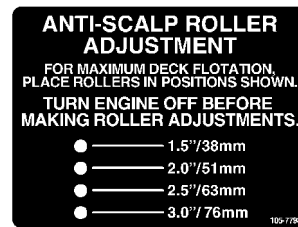

Figura 20
3. Después de ajustar la altura de corte, retire la tuerca con arandela prensada, el casquillo, el espaciador y el perno (Figura 20).
4. Seleccione el taladro que hará que el rodillo exterior esté lo más próximo posible a la altura de corte deseada (Figura 20).
5. Instale el rodillo exterior, el casquillo, el espaciador, el perno y la tuerca (Figura 20).